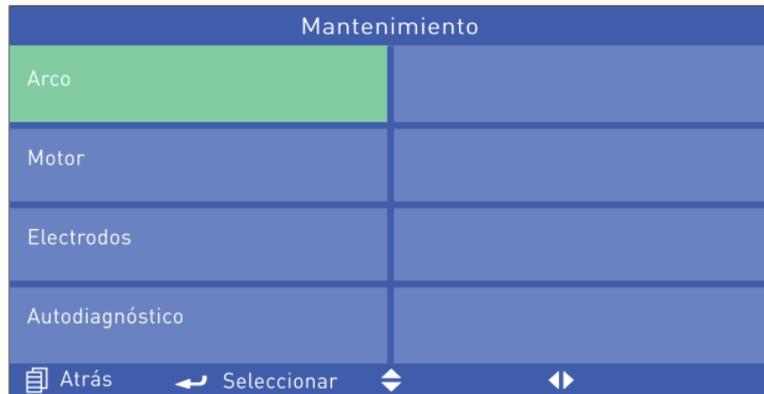

Figura B-1 Menú de mantenimiento
El menú de mantenimiento contiene cuatro opciones: Prueba de función de arco, prueba de función de motor, prueba de función del electrodo y autodiagnóstico de la máquina, como se muestra en la Figura B-1, La prueba funcional de la descarga de arco se describe en la Tabla B-1. La prueba funcional de la descarga de arco se orienta principalmente a detectar y ajustar la potencia descarga. La prueba de función del motor principalmente tiene el propósito de detectar y corregir la cantidad de propulsión durante el empalme y detectar el funcionamiento del motor. La prueba de función del electrodo incluye principalmente el reemplazo de electrodos, el desgaste de los electrodos, y la visualización y el borrar del número de arcos realizados. El proceso de operación es el siguiente:
- A.** En el menú principal, seleccione "Mantenimiento", presione  para ingresar. La empalmadora muestra el menú de mantenimiento como se muestra en la Figura B-1.